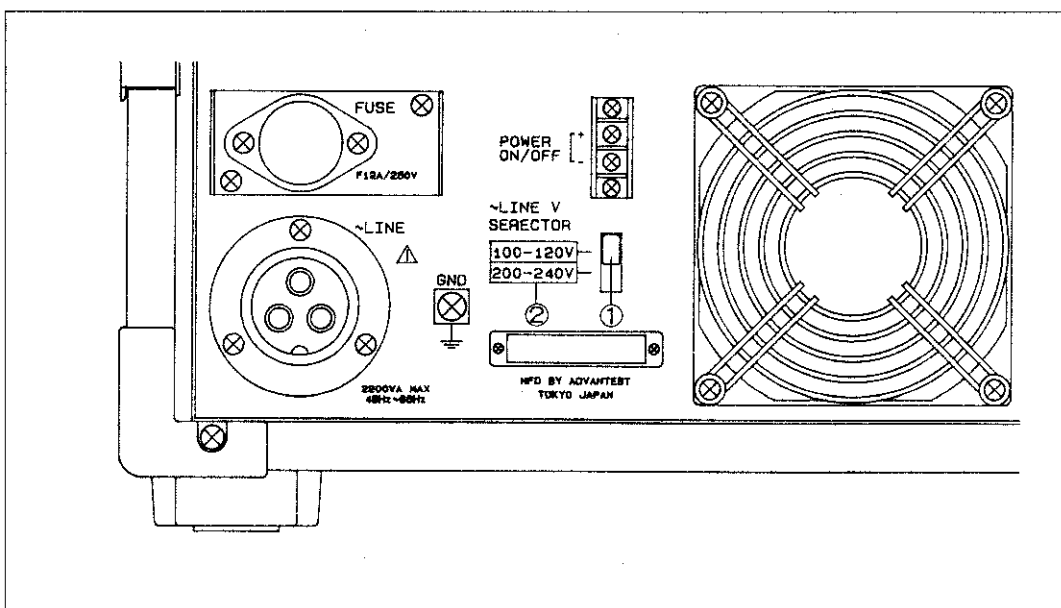

図1-3 電源電圧切り換えスイッチ
背面パネルにある電源電圧切り換えスイッチ①の設定位置の示す値が、使用する電源電圧②と一致していることを確認して下さい。([図1-3]参照)